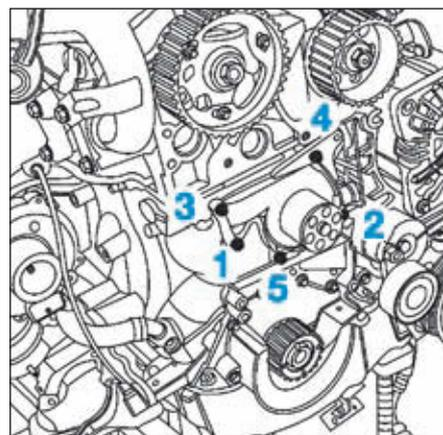

FIG.31
- Mettre en place la pompe à eau munie d'un joint neuf dans le bloc-cylindres, serrer ses vis au couple et respecter l'ordre (Fig.31).